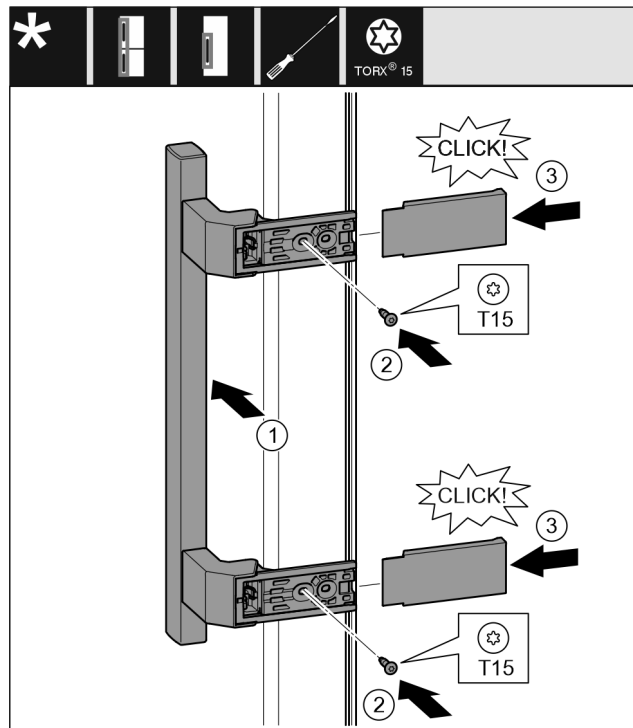

Fig. 18
- ▶ Greep op de tegenoverliggende zijde aanbrengen. Fig. 18 (1)
- ▶ De schroefgaten moeten precies boven elkaar liggen. Fig. 18 (2)
- ▶ Schroeven met schroevendraaier T15 vastschroeven. Fig. 18 (2)
- ▶ Afdekkingen zijdelings aanbrengen en erop schuiven. Fig. 18 (3)